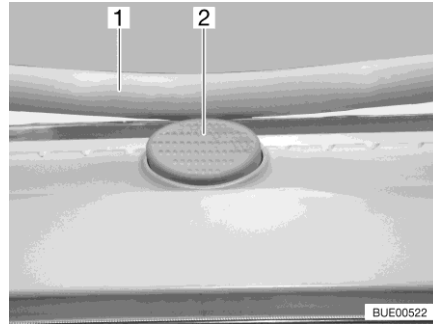

Fig. 21 Bottone di sicurezza (oblò Heki)
- Premere il bottone di sicurezza (Fig. 21,2) e tirare verso il basso la staffa (Fig. 21,1) con entrambe le mani.
- Premere la staffa verso l'alto con ambedue le mani, finché la staffa non poggia al di sopra del bottone di sicurezza (Fig. 21,2).